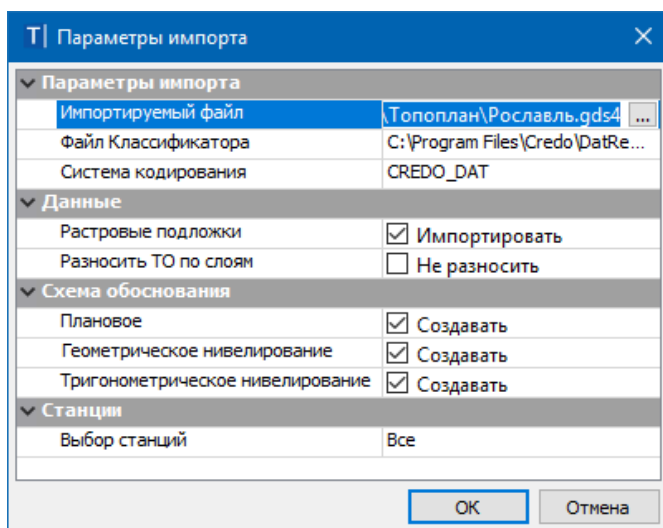

Рис. 3.12
- В диалоге **Параметры импорта** укажите путь к классификатору КРЕДО ДАТ (папка *Материалы упражнений\Линейные изыскания*) (рис. 3.12).